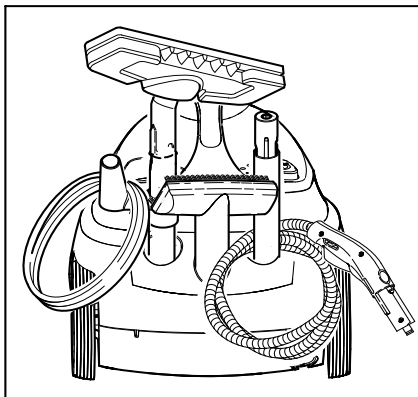

Рисунок 8
- Для відокремлення насадок натисніть кнопку розблокування (С2 або G2) та відокреміть насадки одну від одної (див. рис. 8).